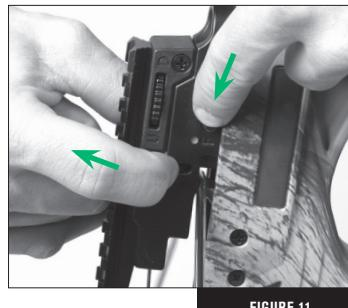

FIGURE 11
6. Con el pie bien asentado en el estribo, mientras mantiene el interruptor de preparación del amartillado en posición superior, deslice el interruptor de operación a la posición de seguro desactivado ("OFF SAFE") o Fuego (Fig. 11).
1. Asegúrese de que la ballesta esté en posición de seguro desactivado ("OFF SAFE") o Fuego ("FIRE"). Si el seguro está activado ("ON SAFE"), empuje y sostenga hacia arriba el interruptor de preparación del amartillado. Mientras sostiene arriba el interruptor de preparación del amartillado, deslice el interruptor de seguridad de la posición de seguro activado ("ON SAFE") a la de seguro desactivado ("OFF SAFE") o Fuego ("FIRE") (consulte la Fig. 11). Suelte el interruptor de preparación del amartillado.